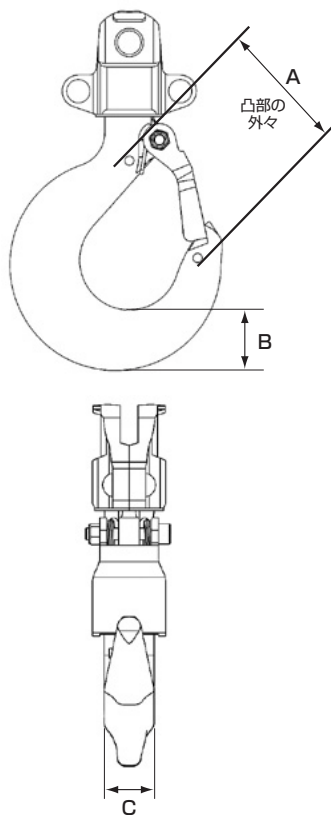

図13 フック寸法
- (1)購入時に図13～16A・B・C寸法を測定し、その実測値を表5～8の空欄に記録してください。